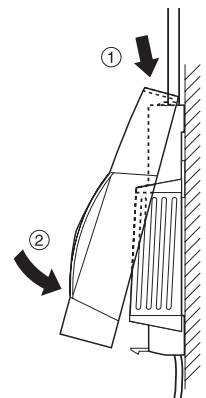

Figura 4: Posizionamento dell'alloggiamento del coperchio
- Posizionare il coperchio dell'alloggiamento in alto ed agganciarlo in basso (vedere Figura 4).